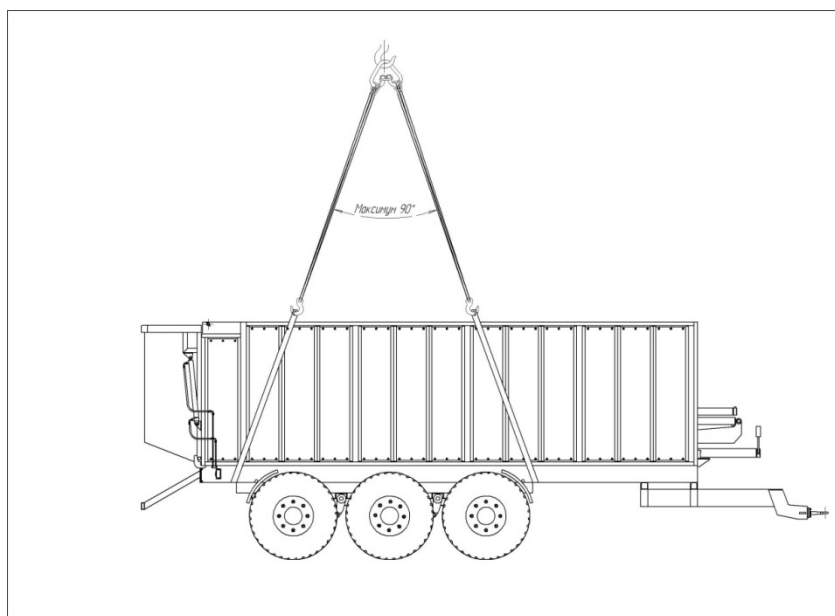

Рисунок 15.1 Схема строповки полуприцепа ПСП-20.
- 15.2 Погрузка и выгрузка производится с помощью грузоподъемного механизма. Грузоподъемный механизм должен иметь необходимую высоту подъема и грузоподъемность не менее 10 т. При погрузке и выгрузке полуприцепа трос или цепь заводится за места, обозначенные спецзнаком – цепочкой (см. рис. 15.1 и 16.1).